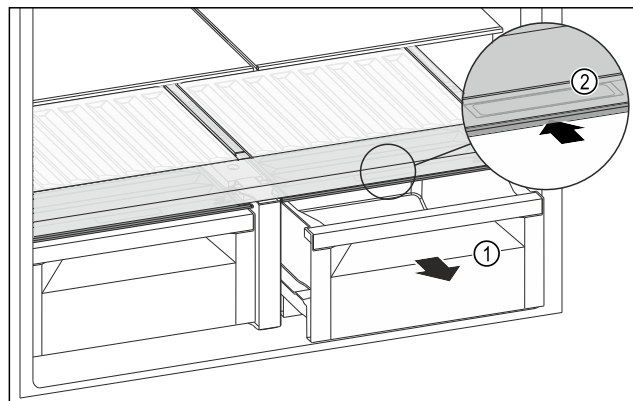

Fig. 127
- Schuifvak Fig. 127 (1) uittrekken.
- Greeplijst Fig. 127 (2) op het vakdeksel vastpakken en het vakdeksel gelijktijdig naar achteren schuiven.